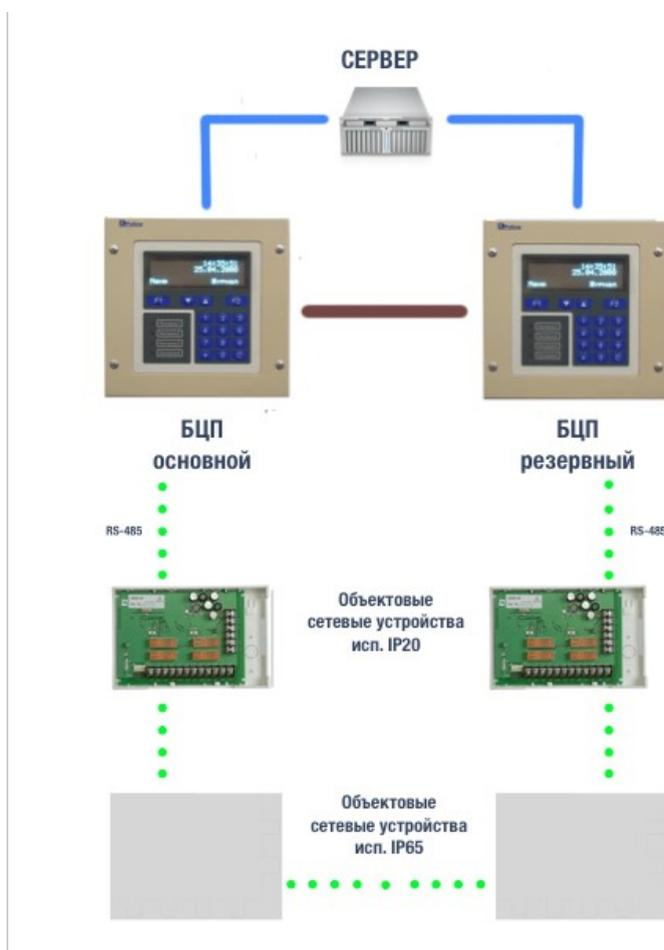

Рис. 1. Структурная схема резервирования БЦП
1. Оба БЦП подключаются к серверу ИД-ССР через Ethernet или RS-232 (COM-порт) (Рис. 1)